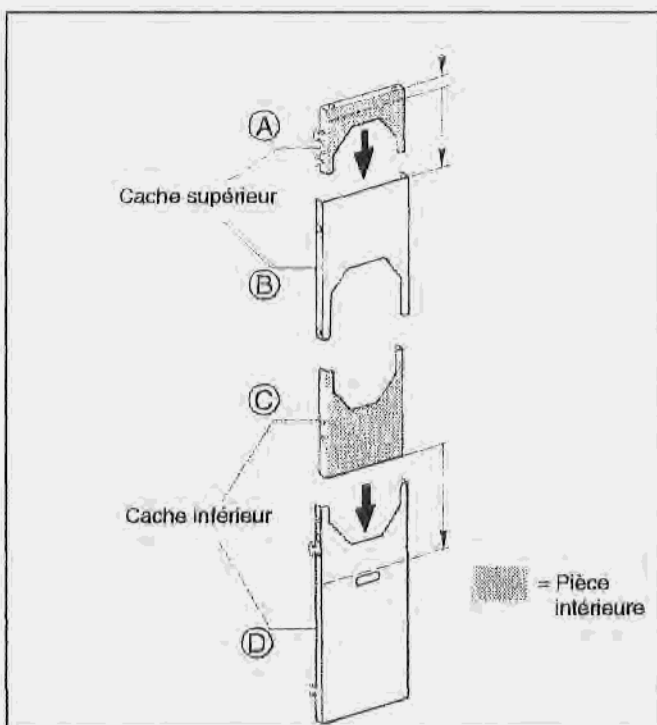

Fig. 17
insérer la pièce (C) dans la pièce (D) jusqu'à ce que le bord inférieur bute dans la poignée concave (fig. 17).